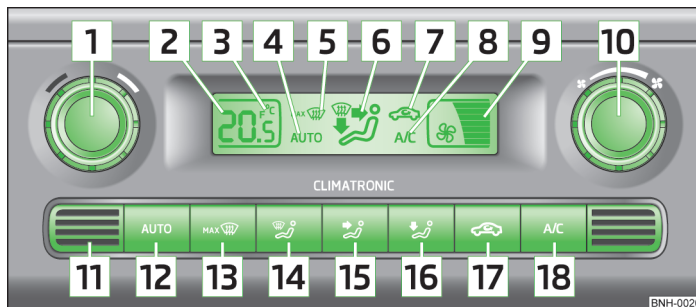

Fig. 61 Climatronic: Elementos de mando
- **AC** **18** » fig. 61 » página 66 conectado.
- Pulsar la tecla **(AUTO)** **12** » fig. 61 » página 66.
Pulsar y mantener pulsadas al mismo tiempo las teclas **(AUTO)** y **(AC)** » fig. 61 » página 66. En el display aparecerán los datos en la unidad de medida deseada de la temperatura.
En la parte inferior del aparato se ubica el sensor de la temperatura del habitáculo **11** » fig. 61 » página 66. No cubrir con adhesivos ni tapar el sensor; de lo contrario, esto podría influir negativamente sobre el Climatronic.
- Pulsar la tecla **(AUTO)** **12** » fig. 61, en la pantalla se visualiza **AUTO**.
- Después de conectar el encendido, se puede ajustar la temperatura interior deseada con el regulador giratorio **1** » fig. 61 » página 66.
- Pulsar la tecla  **17** » fig. 61 » página 66, en la pantalla se muestra el símbolo
- Pulsar de nuevo la tecla  **17** » fig. 61 » página 66, el símbolo  se apaga en la pantalla.
➤ Girar el regulador giratorio  » fig. 61 » página 66 hacia la izquierda (disminuir el número de revoluciones del ventilador) o hacia la derecha (aumentar el número de revoluciones del ventilador).
➤ Pulsar la tecla   » fig. 61 » página 66.
➤ Pulsar de nuevo   » fig. 61 » página 66 o la tecla .